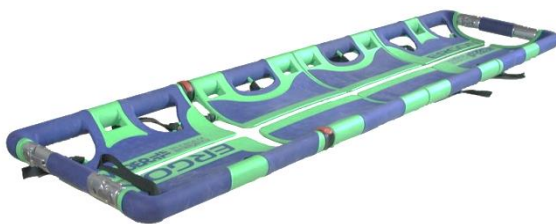

Abbildung 6a
1. die geschlossene Trage in horizontaler Position aufstellen (Abb. 6a);